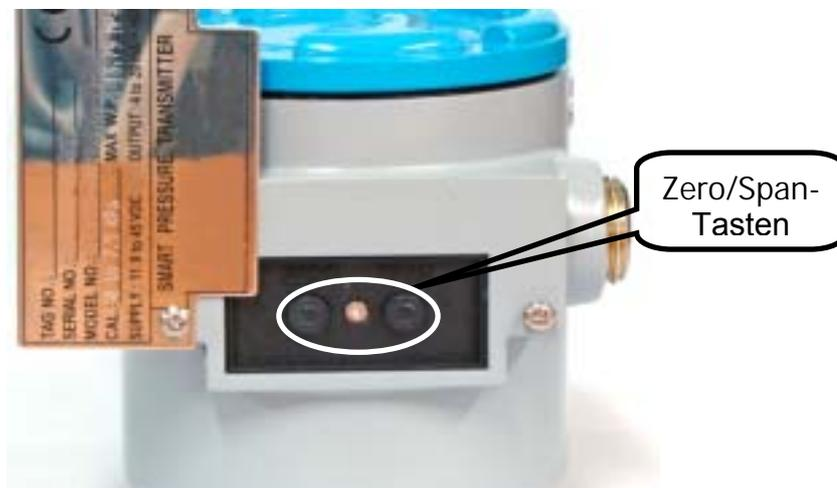

Abb. 4-4 Tasten für Nullpunkt- und Span-Konfiguration des Messumformers
Unter dem Typenschild befinden sich „ZERO“ (Nullpunkt) und „SPAN“ (Spanne) Tasten (Bild 4-4). Mit diesen Drucktasten kann man die Einstellungen für „ZERO“ (Nullpunkt), „SPAN“ (Spanne), „ZERO TRIM“ (Nullpunktgleichung), „ZERO ADJ“ (Nullpunkteinstellung), Einheit, Messbereich, Dämpfung, LCD und Dezimalpunkt vornehmen.
- (b) Das Typenschild aufklappen, um Zugang zu den Zero- und Span-Tasten zu bekommen. (Abb. 4-4)